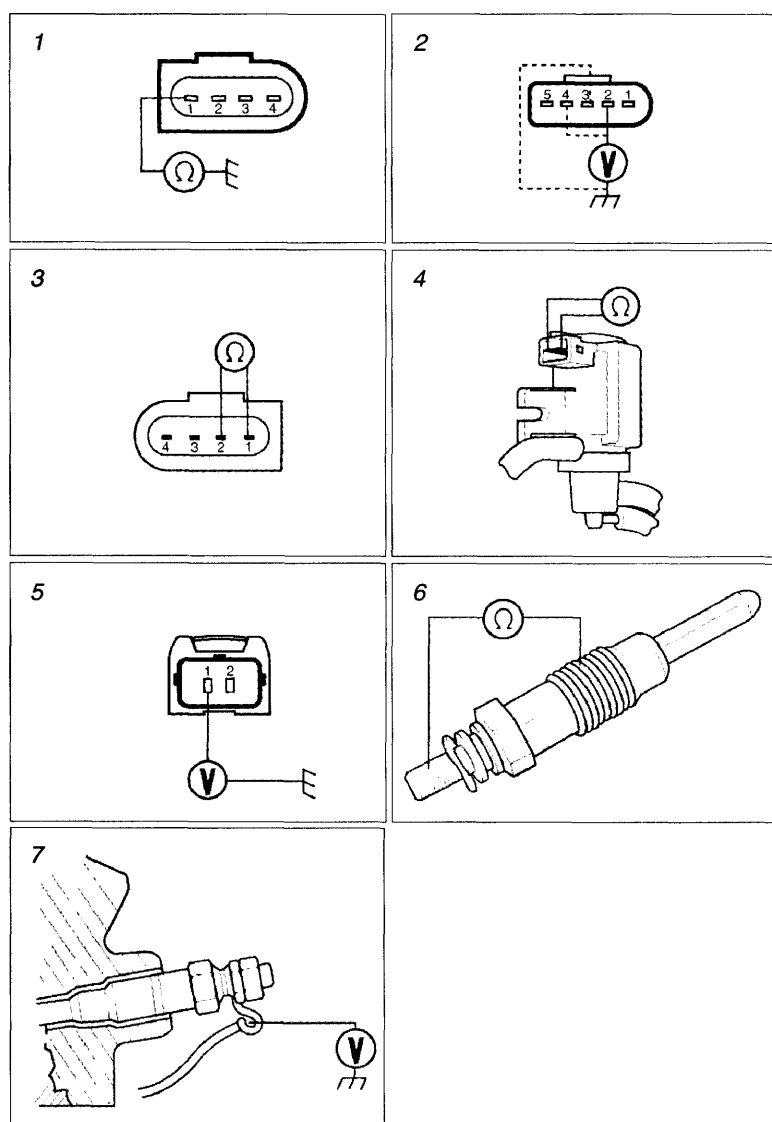

Рис. 8. Впускная система
– проверить наличие «земли» на контакте «1» разъема датчика (см. рис. 8/1);
– подключить разъем датчика MAF на место и включить зажигание. На контакте «4» должно быть около 5 В, на контакте «5» – около 0,28 В (см. рис. 8/2);
Этот датчик (IAT) встроен в корпус датчика МАР. Для его проверки необходимо отсоединить разъем датчика IAT и, симулировав изменение температуры воздуха, проверить соответствие показаний датчика таблице 4 (см. рис. 8/3);
- отсоединить разъем клапана ТС, и при включенном зажигании проверить наличие «+12 В» на контакте «1» разъема жгута. В противном случае проверить предохранитель F1, реле K46, замок зажигания и соответствующие соединения (см. рис. 8/5);
- измерить сопротивление обмотки клапана: его величина – 14...20 Ом (см. рис. 8/4).
- выкрутить свечи накаливания и проверить их внутреннее сопротивление (см. рис. 8/6); его величина – около 0,4 Ом;
- установить свечи на место, отсоединить контакт датчика охлаждающей жидкости (ЕСТ) для имитации низкой температуры и, включив зажигание, проверить вольтметром время предпускового подогрева: на шине свечей около 20 с должно поддерживаться напряжение 9...12 В (см. рис. 8/7). В противном случае проверить предохранители F1, F6, реле K22, K46, замок зажигания и соответствующие соединения, при необходимости вернуться к проверке ЕСМ.